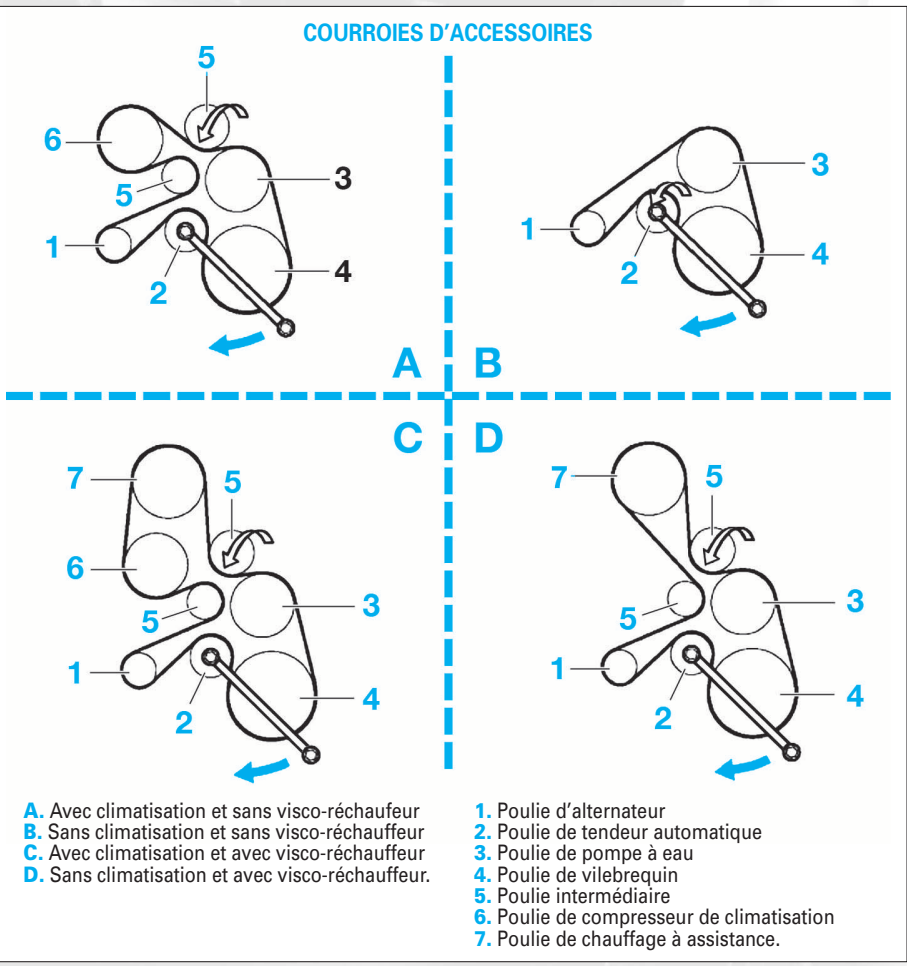

FIG. 26
- Tourner la vis de la poulie de tendeur automatique (2) dans le sens des aiguilles d'une montre, afin de relâcher la tension de la courroie (fig. 26).